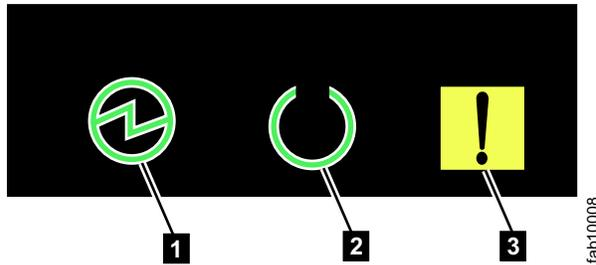

図 18. ノード・キャニスターの電源 LED
3. すべてのコントロール・エンクロージャー内のすべてのノード・キャニスターの電源 LED が 1 Hz で明滅するまで待ちます。これは、118 ページの図 18 に示されているように、シャットダウン操作が完了したことを示しています。